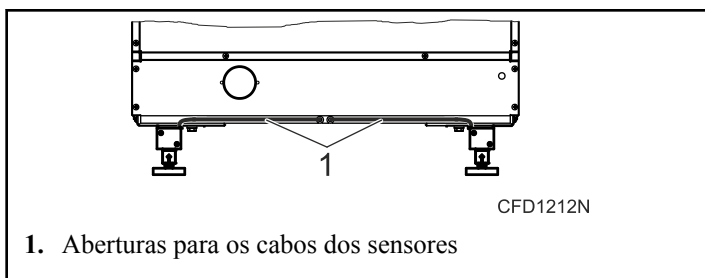

Figura 20
7. Instale os cabos dos sensores nas aberturas preparadas com bucus de cabos. Consulte *Figura 20*.